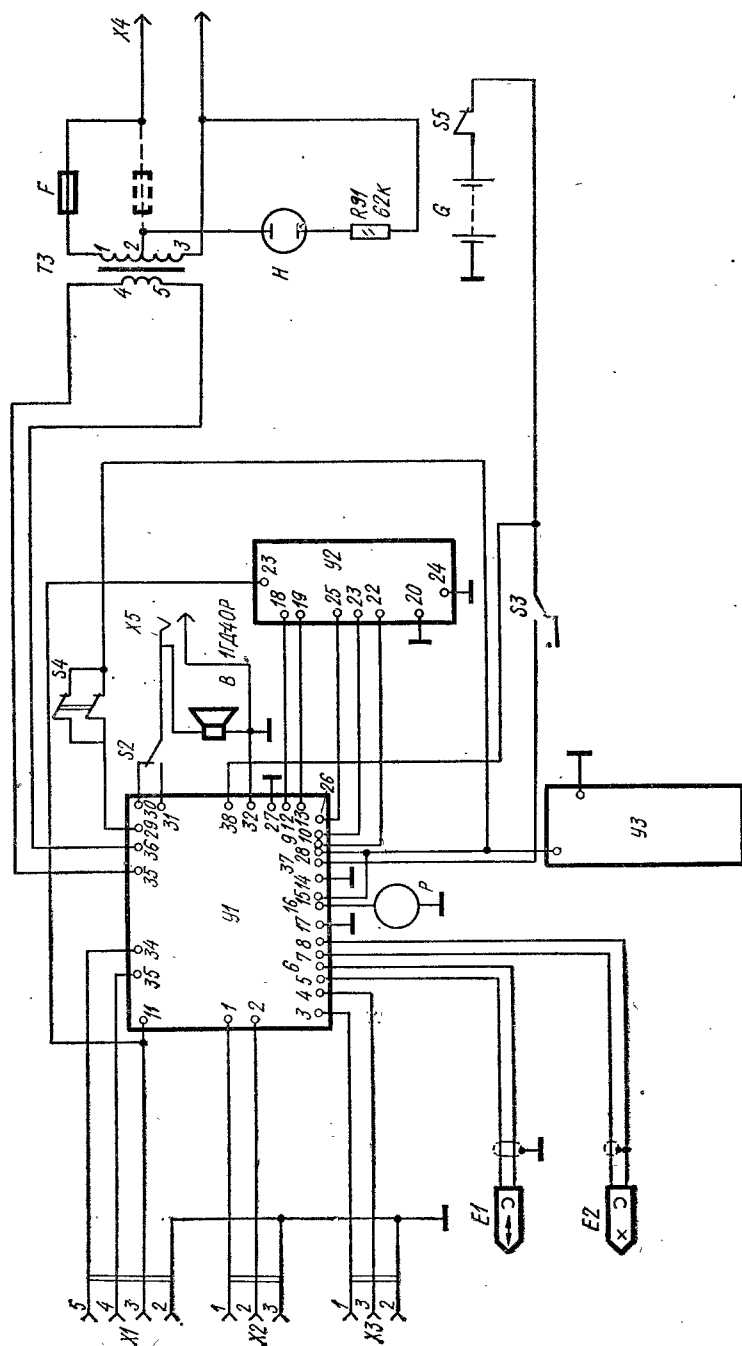

Рис. 107. Структурная схема магнитофона «Весна-202»
**Принципиальная схема.** Электрическая схема (рис. 106) и конструкция (рис. 107) магнитофона выполнены по блочному принципу и состоят из следующих блоков: универсального усилителя с генератором стирания и подмагничивания и стабилизатором напряжения  $U1$ , термоблока —  $U2$  и электронного коммутатора электродвигателя —  $U3$ .